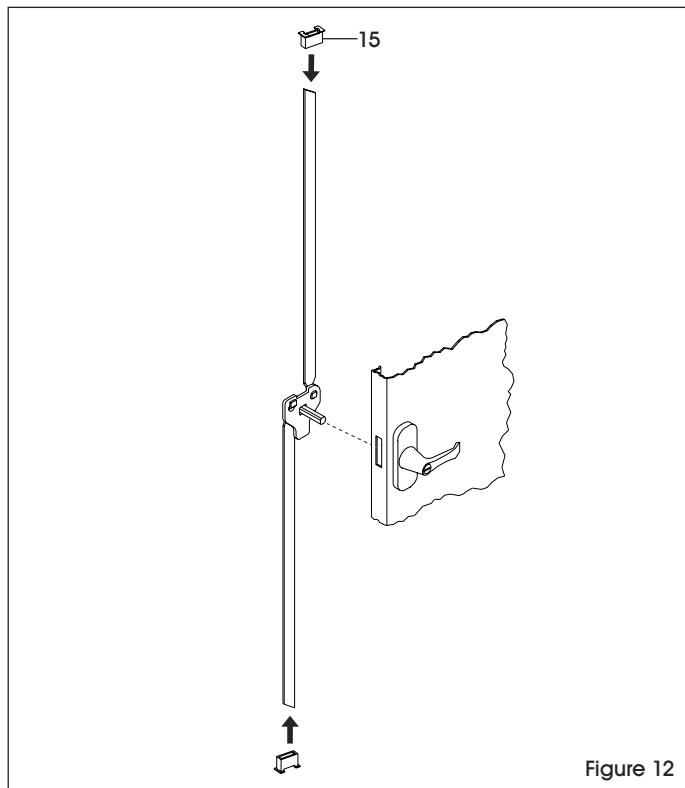

Figure 12
4. Maintenez les barres de verrouillage en position tout en faisant glisser les guides de barre de verrouillage (15) sur les extrémités des barres de verrouillage et à travers les fentes dans la porte. (Voir Figure 12)